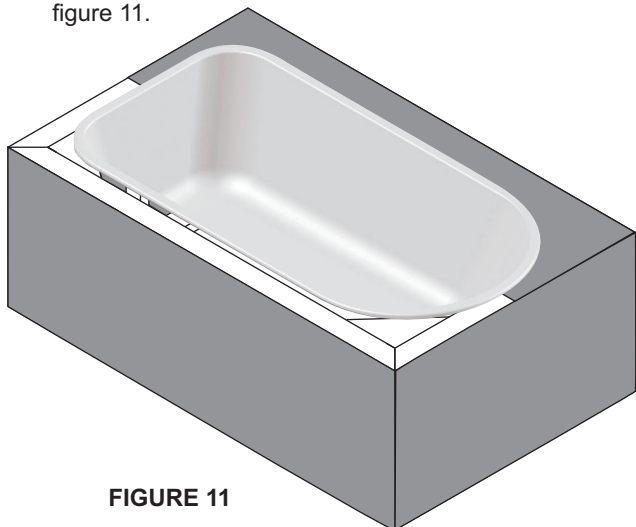

FIGURE 11
- Mettre en place la baignoire avec soin comme illustré par la figure 11.